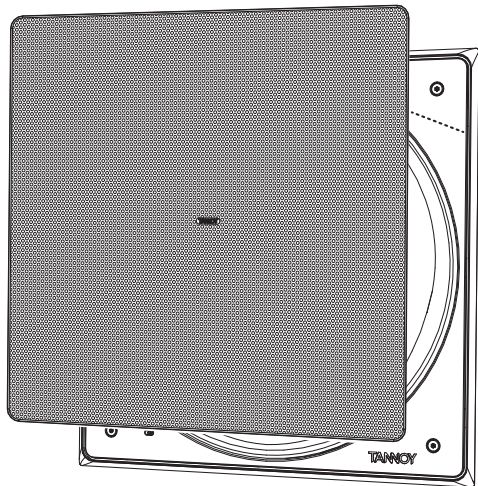

Fig. 11. Installing the Grille
1. Kratkę należy ostrożnie zamontować, starannie wyrównując krawędzie kratki z wewnętrznymi krawędziami przegrody i ramy (Rys. 11). Aby uniknąć wgniecenia, nie naciskaj środka kratki; wywieraj równomierny nacisk na każdy róg, gdy jest on mocno dociskany.